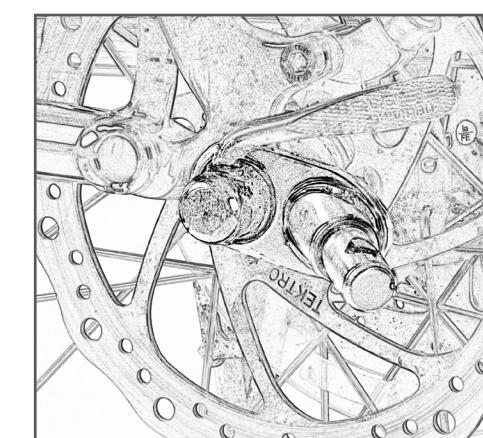

図25
2. ヒッチをスキュア上でスライドさせ、傾斜タブが外側に向くようにし、スキュアを車軸に再度取り付け、ヒッチ・タブがバイクの後部を向くようにし、床面にほぼ並行となるように配置してください(図25)。